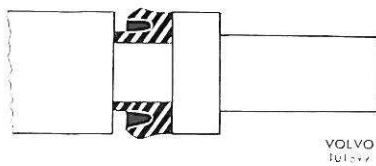

Figure 66. Garniture de piston
4. Vérifier les pièces. Si les surfaces du cylindre sont rayées ou attaquées par la rouille, il faudra remplacer le répartiteur au complet. Si les surfaces du cylindre sont intactes, il suffira de remplacer seulement les pièces du piston. Vérifier le positionnement des garnitures de piston en se référant à la figure 66.